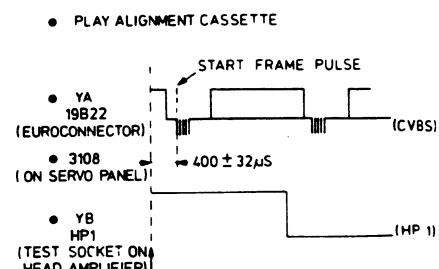

Fig. 1
- 3108 dahin regeln, dass die positiv verlaufende Flanke in dem HP1-Signal sich  $400 \mu s \pm 32 \mu s$  (etwa 5 1/2 Linien) vor der Vorderflanke des Rasterimpulses befindet (siehe Bild 1).
- Adjust 3108 so that the positive going edge in the HP1 signal is leading  $400 \mu s \pm 32 \mu s$  ( $\approx 5 1/2$  lines) (see Fig. 1) relative to the leading edge of the frame pulse.
- Ajuster 3108 pour que le flanc en sens positif du signal HP1 se trouve en avance de 400  $\mu$ sec  $\pm$  32  $\mu$ sec ( $\approx$  5 1/2 lignes) sur le flanc avant de l'impulsion de trame (voir fig.1).